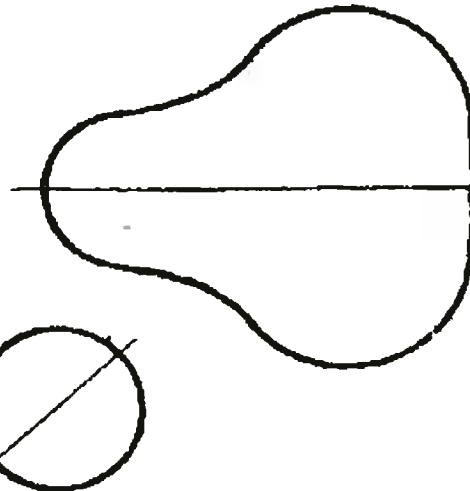

Рис. 9.
**ТИГРЕНОК** (рис. 9). Сначала выточите заготовку в форме груши, а затем распишите ее лобзиком или ножковкой пополам. Голову прикрепите шпилькой или шкантиком так, чтобы она свободно вращалась.